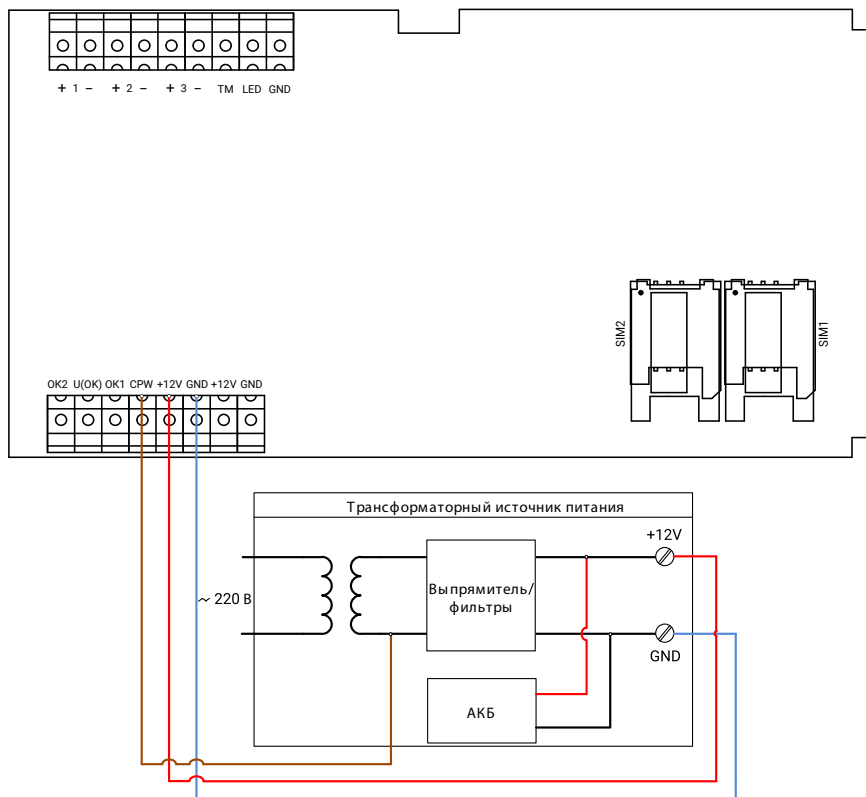

Рисунок 2. Схема подключения трансформаторного источника питания стороннего производителя
- При использовании трансформаторного источника питания - подключите клемму панели «CPW» ко вторичной обмотке трансформатора источника питания (см. рис. 2);